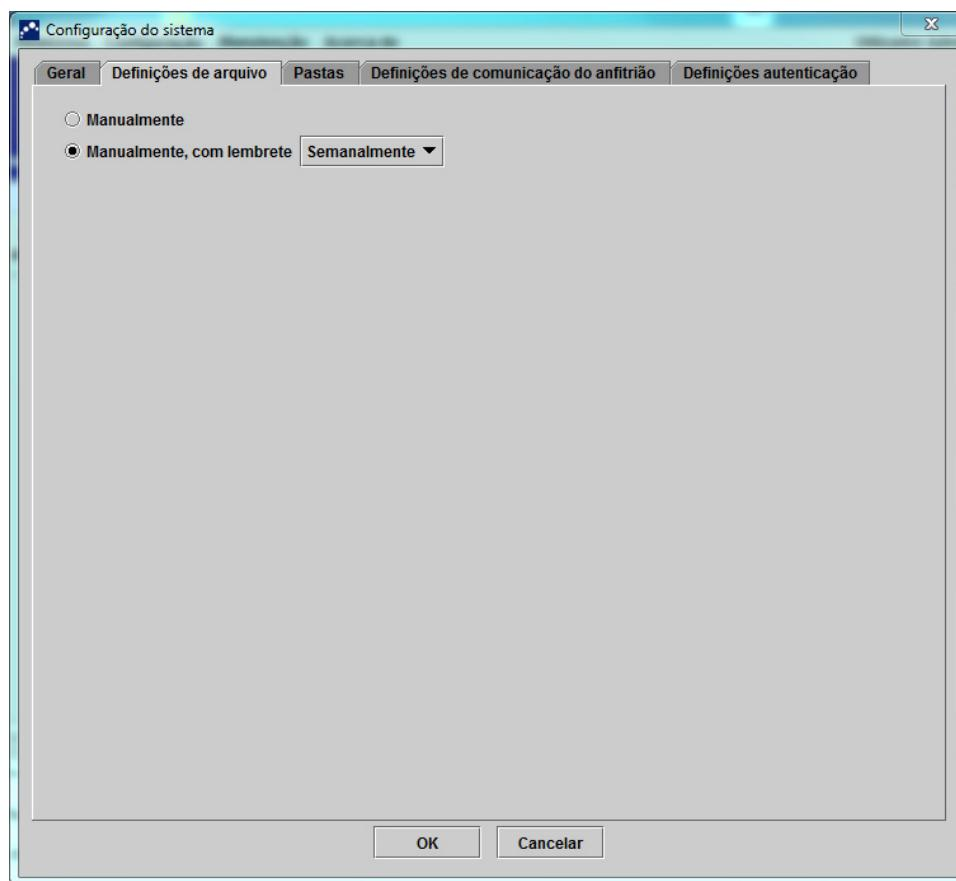

Figura 2-79. Caixa de diálogo Configuração do sistema (separador Definições de arquivo)
2. Selecione o separador **Definições de arquivo**. São apresentadas as informações do separador **Definições de arquivo**. Consulte a figura 2-79.